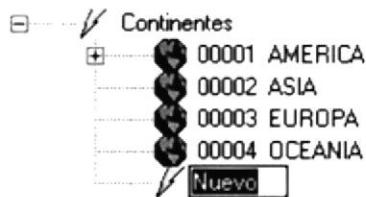

Figura 9.4 Nuevo Continente
3. Aparecerá una caja de texto al final de todos los continentes existentes sistema para que ingrese el nombre del nuevo Continente (ver figura 9.4)